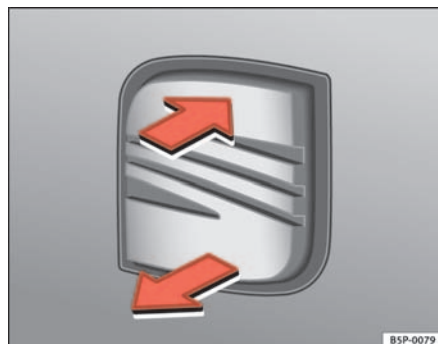
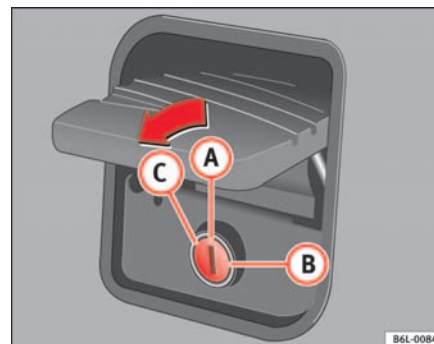

Fig. 50 Capot de coffre : ouverture de l'extérieur
Fig. 51 Verrouillage du capot de coffre
- Tirez sur le levier et levez le hayon ⇒ fig. 50. Le trou de la serrure doit être en position verticale ⇒ fig. 51 **a**.
L'œil de la serrure **a** ⇒ fig. 51 étant en position verticale, le coffre s'ouvre et se ferme automatiquement au moyen du verrouillage centralisé. D'autre part, le coffre arrière peut être ouvert ou fermé à clé.
L'œil de la serrure étant en position horizontale **b** ⇒ fig. 51, une fois le coffre arrière fermé, il reste verrouillé en permanence une fois fermé et ne pourra être ouvert qu'avec la clé principale.
Pour ouvrir le coffre arrière, il faut tourner la clé au maximum **c** ⇒ fig. 51 dans le sens de la flèche. Dans cette position, la clé ne pourra pas être sortie de la serrure.